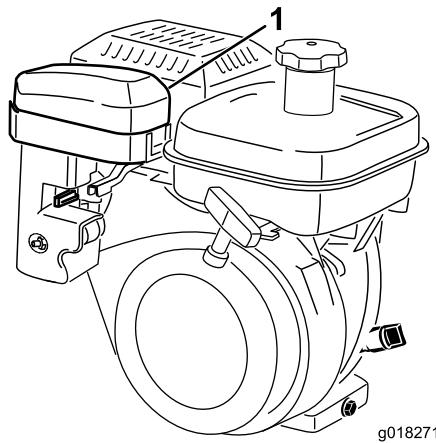
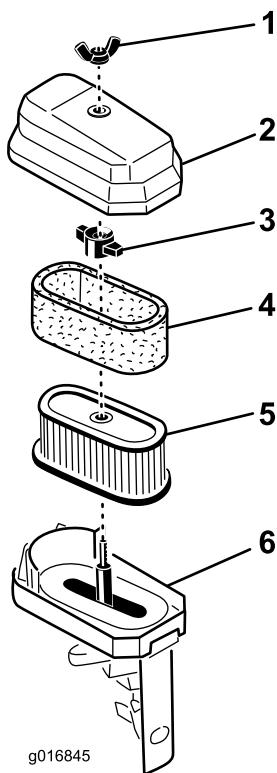

Рисунок 32
Рисунок 33
4. Если элемент из пеноматериала загрязнен, извлеките его из бумажного элемента (Рисунок 33). Тщательно очистите его.
3. Тщательно очистите крышку (Рисунок 32 и Рисунок 33).